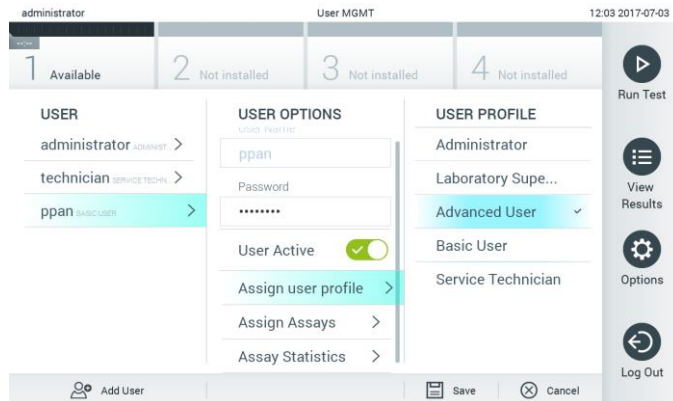

Figura 49. Assegnazione di profili utente agli utenti.
- Assign User Profile (Assegna profilo utente): consente di assegnare un profilo utente diverso per quell'utente (ad esempio, Administrator (Amministratore), Laboratory Supervisor (Supervisore laboratorio), Advanced User (Utente avanzato), Basic User (Utente di base)). Selezionare il profilo utente appropriato dall'elenco a destra dell'area dei contenuti (Figura 49).